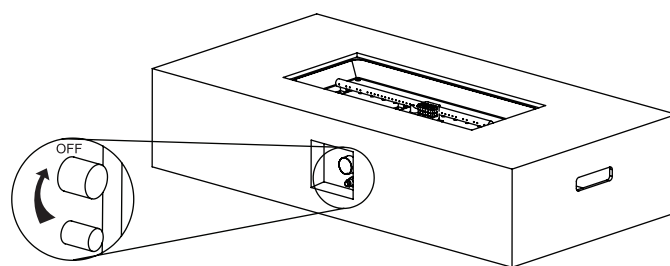

Figure 2
2. Zorg ervoor dat de gasknop in de stand “OFF” staat voordat u verdergaat (zie Figure 2).